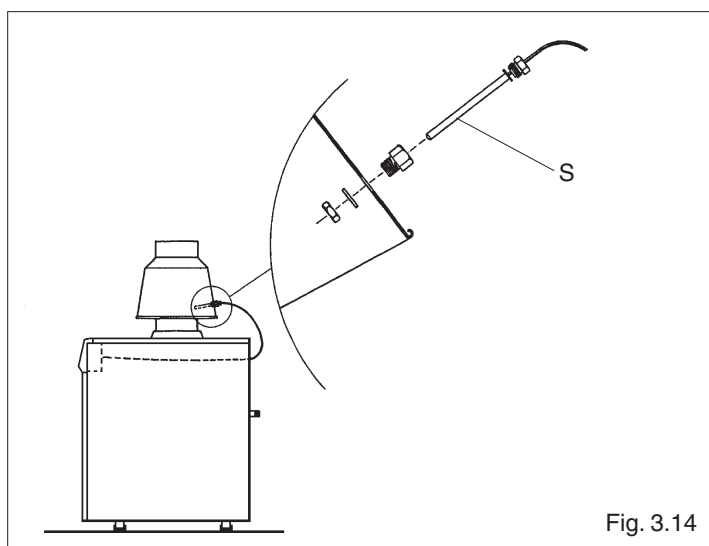

Fig. 3.14
- posizionare la sonda (S) del termostato scarico fumi (presente sul lato posteriore della caldaia), nel foro predisposto sull'interruttore di tiraggio (antirefouleur) e bloccarla con il dado (fig. 3.14).